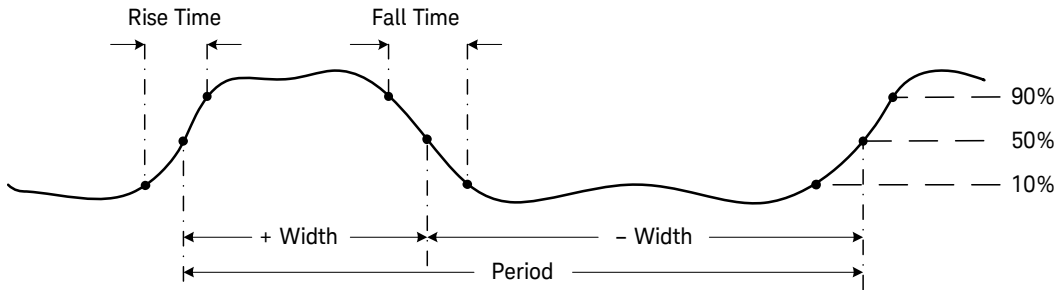

图 2-26 频率定义
- 频率是信号每秒钟完成的周期数。频率的定义是 1/ 周期。周期定义为两个连续同极性沿跨过中间临界值的时间，如图 2-26 所示。